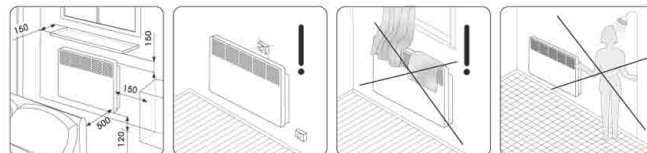

Рис. 4
**Установка конвектора на стену (рис. 4, 5, 6)** - размеры указаны в миллиметрах.